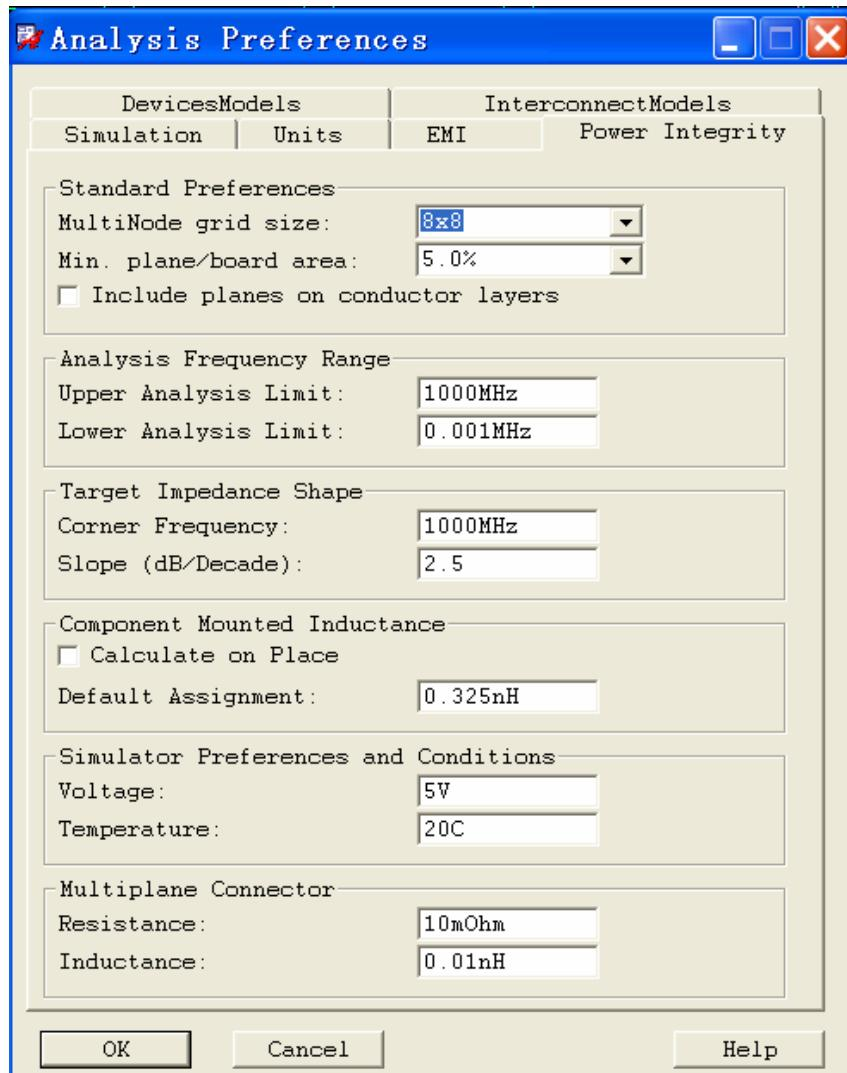

图 2-33 Analysis Preferences 窗口的 Power Integrity 标签栏
6) Power Integrity, 如图 2-33 所示。